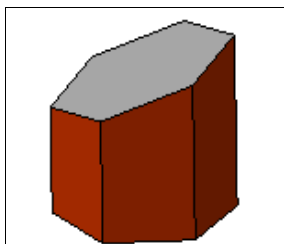

Рис. 25.26. Модель Фигура 1
- ◆ нажмите кнопку **Создать объект**. У вас должно получиться, как на рис. 25.26. Сохраните созданную модель в папке Модели под именем Фигура 1. С помощью команд группы **Ориентация** вы можете установить любую ориентацию модели;